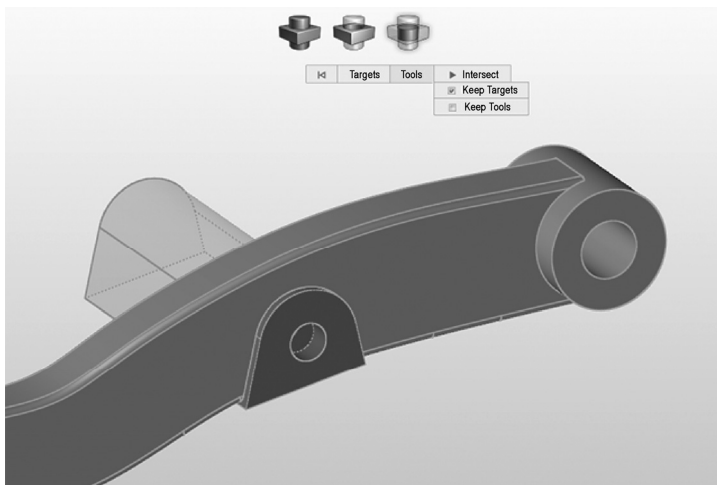

图 6-22
- 5) 在模型视窗中单击主缸并将其选中，选中 Keep Targets 复选框，如图 6-22 所示。